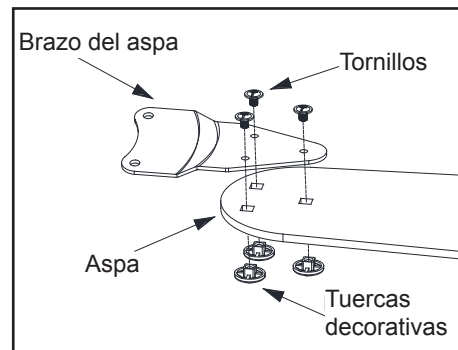

Figura 13
1. Monta un asa en el soporte de la misma usando las tuercas decorativas y los tornillos para montar las aspas incluidos. Inserta un tornillo de montaje de aspas a través del orificio del soporte del asa, el asa y dentro de la tuerca decorativa. Aprieta firmemente todos los tornillos. (Figura 13)
2. Repite estos pasos para cada asa y soporte de asa. (Figura 13)